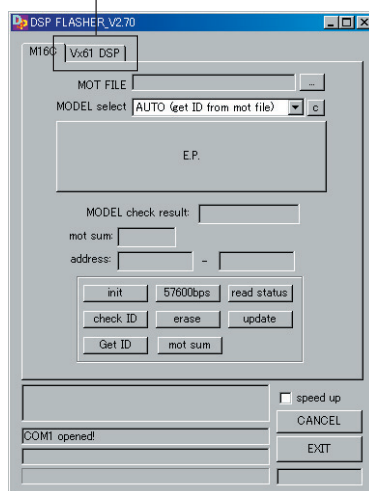

Fig. 2
“DSP_FLASHER_V2.70” is displayed. (Fig. 2)
5. Click [Vx61 DSP]. (Fig. 2)
“DSP_FLASHER_V2.70”が表示されます。(Fig. 2)
5. [Vx61 DSP]をクリックします。(Fig. 2)